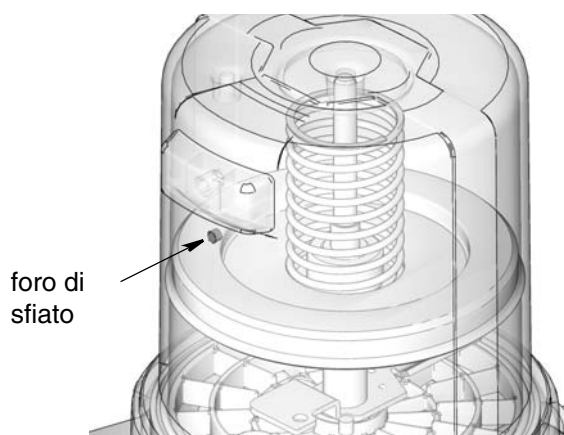

FIG. 13
3. Riempire il serbatoio di grasso finché la guarnizione di tenuta della piastra di inseguimento non apre il foro di sfiato (FIG. 13) e la maggior parte dell'aria viene espulsa dal serbatoio.